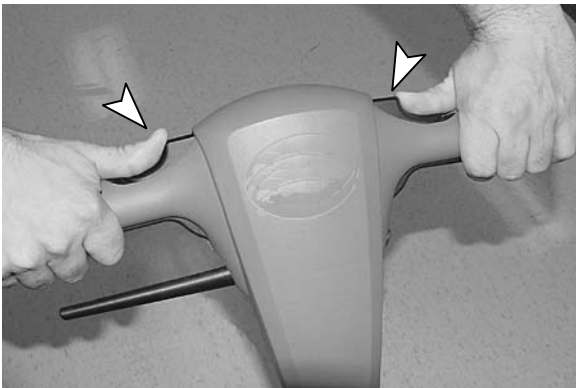

ABB. 7
4. Betätigen Sie zum Starten der Maschine die Sicherheitsverriegelungen an der Oberseite des Hebels und ziehen Sie die An/Aus- Hebel heraus. Sobald die Maschine gestartet ist, lassen Sie die Sicherheitsverriegelungen los (Abbildung 7).